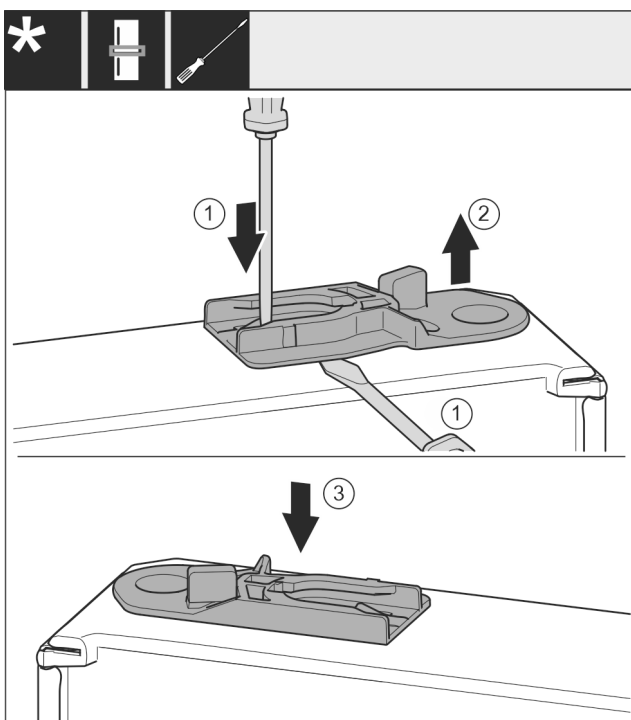

Fig. 34
- Nxirrni jashtë manikotën udhëzuese: Shtypni gjuhëzën Fig. 34 (1) me një kaçavidë me kokë petë dhe në të njëjtën kohë futni një kaçavidë me kokë petë poshtë manikotës udhëzuese Fig. 34 (2).
- Futni në anën tjetër të kasës manikotën udhëzuese Fig. 34 (3) të përfshirë në përmbajtjen e paketimit.